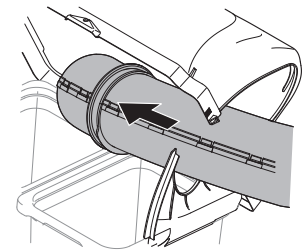

Figura 28
3. Con la cubierta del colector abierta, instale el canal de descarga superior a través de la abertura del canal de descarga, como se indica en la Figura 28.